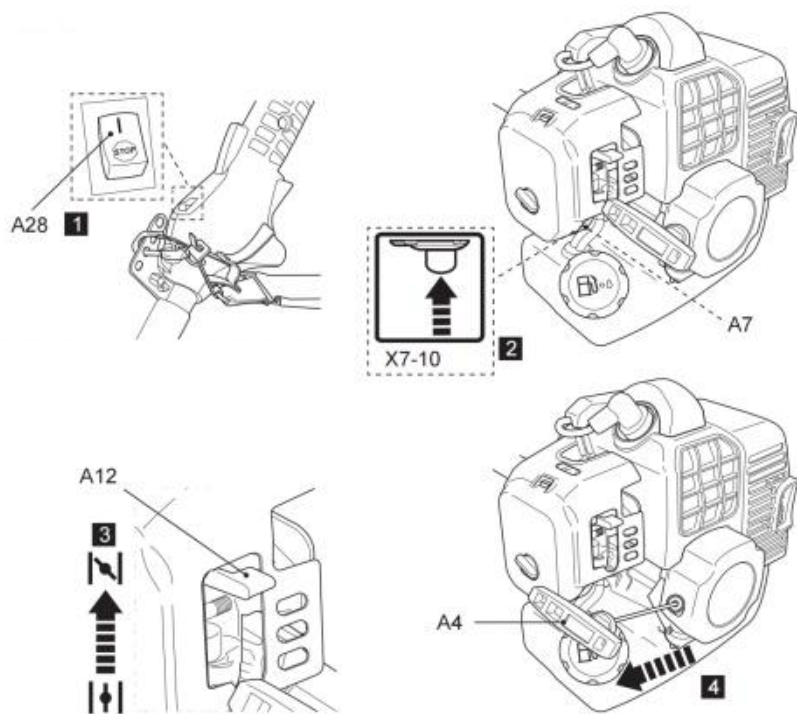

Fig. 38
5. Håll produkten stabilt och dra sakta i rekylstarthandtaget (A4) tills du känner motstånd och dra sedan snabbt i det. Flytta choken något nedåt till mittläget om motorn inte startar efter att ha försökt upp till 8 gånger. Gör det igen tills motorn startar (Fig. 38).